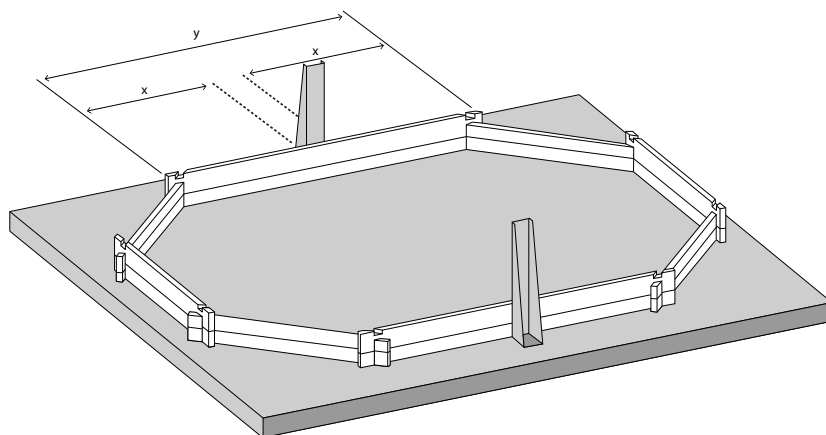

Fig. 3 / Abb. 3 / Afb. 3
- EN LAYOUT OF THE COLUMNS:** •Position the columns as shown by figure (figure 3). Tighten the columns well around the entire layer of boards. •Vertically drill the layer using a drill with a \varnothing 10mm bit for concrete, and using the column as a guide. The depth of the hole should be at least 100mm to guarantee good fixing. •Place the fixing bolts (with washers and nuts) into the holes and fix them with the help of a hammer. **COMPLETELY hammer in the fixing bolts (only the head should be visible).** •Tighten crosswise the 4 nuts.
- FR POSITIONNEMENT DES SABOTS :** •Placez les sabots comme indiqué sur la figure (figure 3). Plaquez bien les sabots le long des rangées de madriers. • Percez bien verticalement la chape à l'aide d'un perforateur équipé d'un foret béton \varnothing 10 mm, en utilisant le sabot comme gabarit. La profondeur du perçage doit être au minimum de 100 mm pour garantir une bonne fixation. •Placez les gougeons d'ancrage (avec rondelles et écrous) dans les trous et frappez-les à l'aide d'un marteau. Enfoncez **ENTIEREMENT** les gougeons d'ancrage (seule la tête doit rester visible). •Serrez fermement en croix les 4 écrous.
- DE ANORDNUNG DER ANSCHLAGWINKEL:** •Platzieren Sie die Anschlagwinkel, wie Abb (Abb. 3). Furnieren Sie die Anschlagwinkel gut entlang der Bretterreihen. • Durchbohren Sie die Schicht vertikal mit Hilfe einer Bohrmaschine und einem Betonbohrer mit 10 mm \varnothing , wobei der Anschlagwinkel als Muster dient. Die Tiefe der Bohrung muss mindestens 100 mm betragen, um eine gute Befestigung zu garantieren. • Platzieren Sie die Befestigungsstifte (mit Unterlegscheiben und Schrauben) in den Öffnungen und schlagen Sie mit einem Hammer darauf. **Hämmern Sie die Befestigungsstifte GANZ ein (nur der Kopf darf noch sichtbar sein).** • Ziehen Sie die 4 Schrauben kreuzweise fest.
NL PLAATSING VAN DE METALEN STEUNBALKEN: •Plaats de metalen steunbalken zoals te zien is op afbeelding (afbeelding 3). Schroef de metalen steunbalken stevig vast tegen de plankenrijen. •Boor perfect vertikaal gaten in de betonplaat met behulp van een boormachine voorzien van een boor voor beton van $\varnothing 10\text{ mm}$, gebruik de metalen steunbalk als patroon. De diepte van het boorgat moet tenminste 100 mm bedragen om een goede fixatie te garanderen. • Plaats de ankerbouten (met ringen en moeren) in de gaten en sla ze vast met behulp van een hamer. **De ankerbouten VOLLEDIG vastdraaien**(alleen de kop mag te zien zijn). • Draai de 4 moeren kruiselings stevig vast.